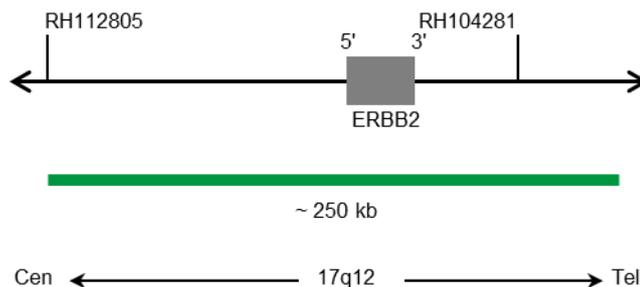

Abb. 1: SPEC ERBB2 Sondenlokalisation (nicht maßstabgetreu)
- Digoxigenin-markierten Polynukleotiden (~1.1 ng/µl), die gegen Sequenzen in 17q12* (chr17:37,725,661-37,973,541) gerichtet sind, welche die ERBB2-Genregion enthalten (siehe Abb. 1).